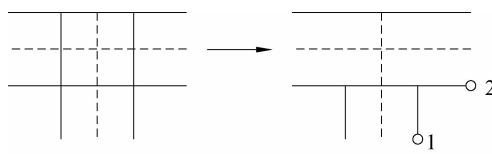

图 4-12 “T 形闭合”工具
(4) T 形闭合: 用于在两条多线之间创建闭合的 T 形交点。将第一条多线修剪或延伸到与第二条多线的交点处, 如图 4-12 所示。